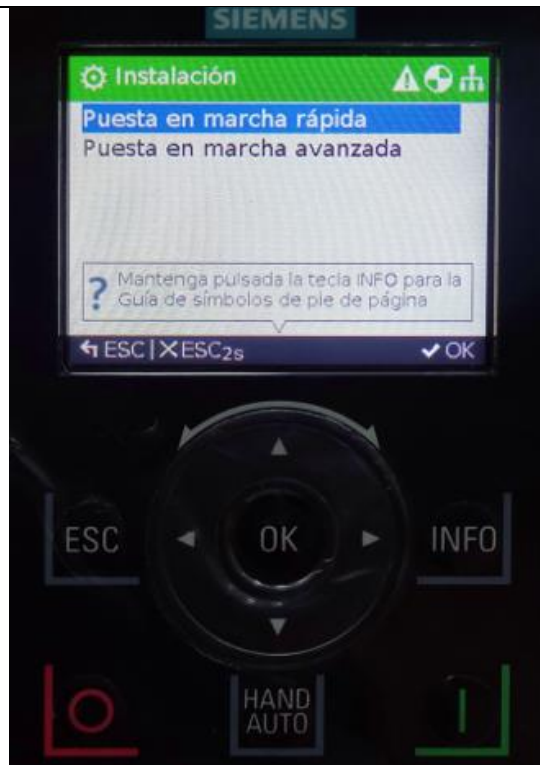

Figura 8: Ventana puesta en marcha rápida
- 5) Una vez cargada la siguiente pantalla, se procederá a seleccionar la opción “Puesta en marcha rápida” y se debe presionar el botón ‘**OK**’ (Ver Figura 8).